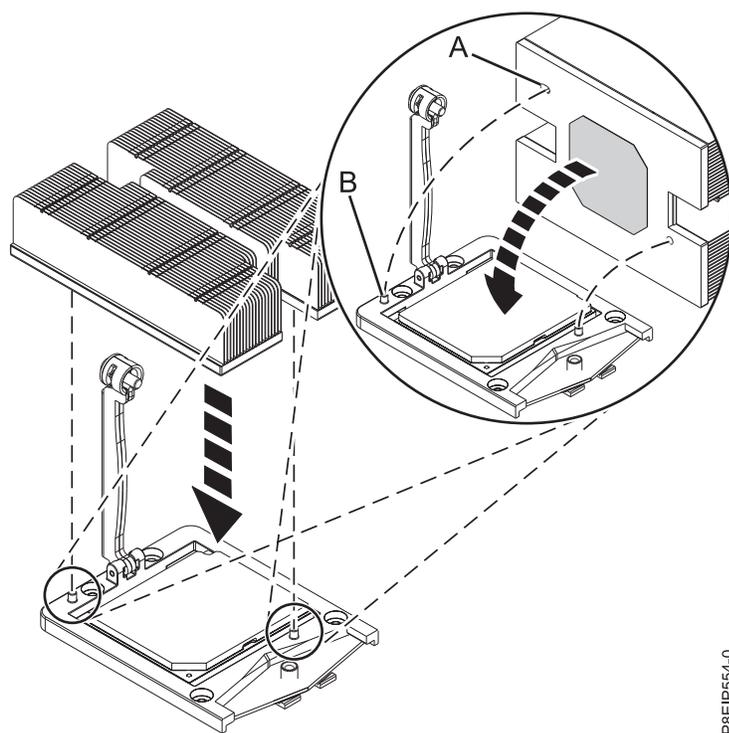

Figura 55. Instalación del disipador térmico
- 5. Instale el nuevo disipador térmico que se suministra en el kit de FRU. El TIM se aplica previamente al disipador térmico. Baje con cuidado el disipador térmico sobre el módulo del procesador del sistema, asegurándose de que los orificios (A) del disipador térmico se alineen con los dos pivotes de guía (B) del receptáculo, como se muestra en la Figura 55.